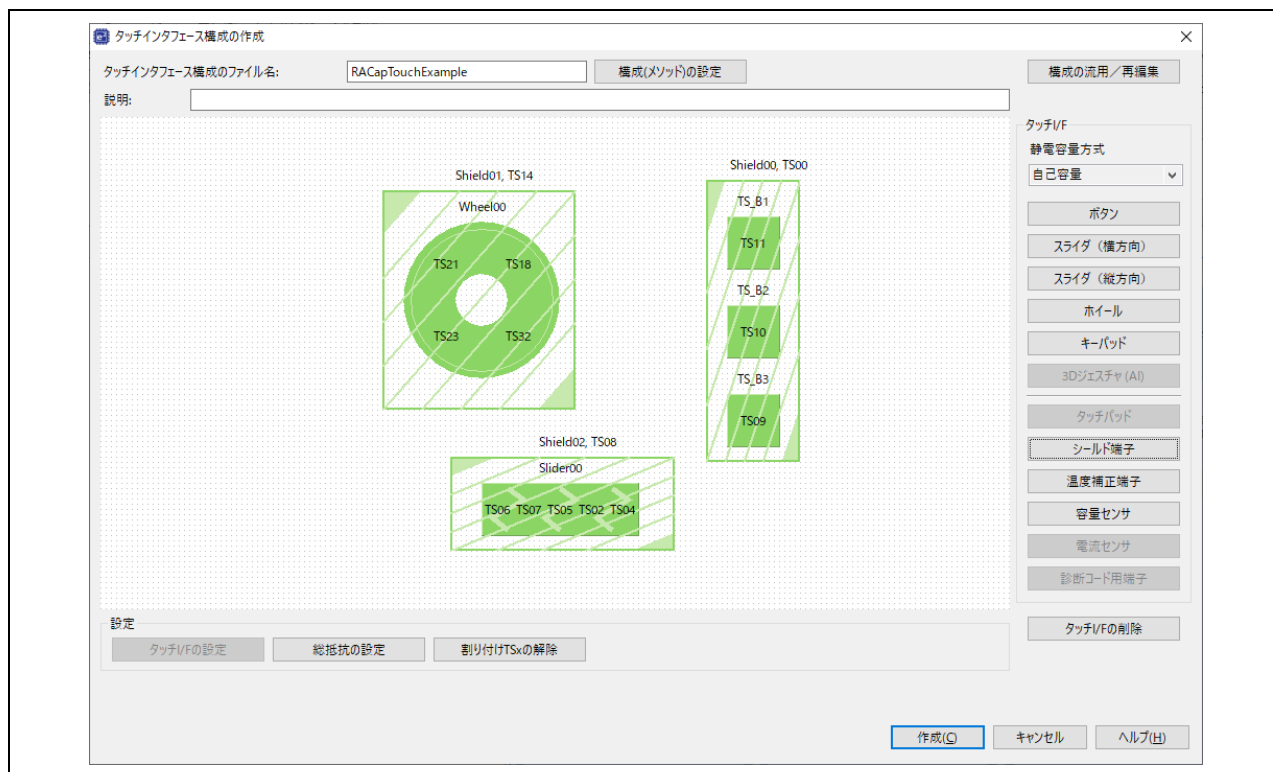

図 17 新規タッチインタフェース構成の作成
- (14) タッチ I/F グループボックスで [シールド端子] を選択します。
- (15) シールドにタッチセンサを割り付けます。
- (16) ここまでの手順で、**図 17** のようにタッチインタフェース構成の追加ができました。
- (17) 次に、**図 17** で示される配置したタッチインタフェースの構成(メソッド)を設定します。タッチインタフェース構成の作成ウィンドウの [構成(メソッド)の設定] をクリックすると、構成(メソッド)の設定のダイアログが開きます。